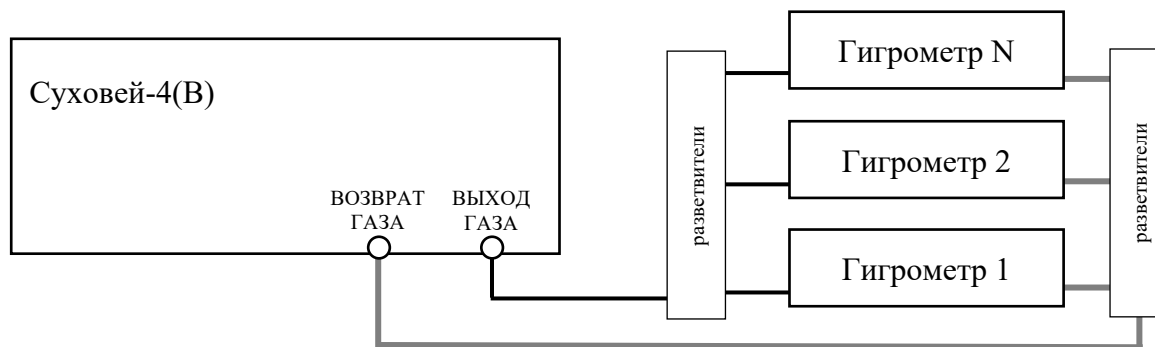

Рисунок 26 – Схема подключения 2 и более поверяемых гигрометров.
8.3.7. При одновременном подключении 2 и более гигрометров, необходимо подключать их по схеме подключения, показанной на рисунке ниже (Рисунок 26). Расход через каждое поверяемое СИ должен быть одинаковым.